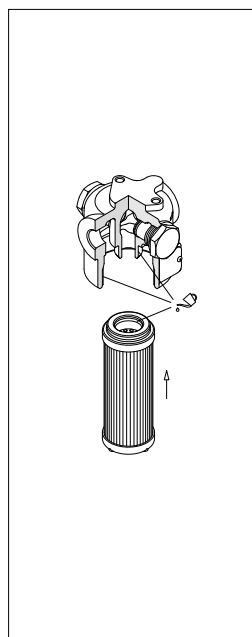

fig. 4
- (Fig. 4) Lubrificare con il fluido di lavoro l'O-ring dell'elemento filtrante, il codolo e la sede della testata, quindi calzare l'elemento filtrante sul codolo. Prestare attenzione a non danneggiare la guarnizione O-ring